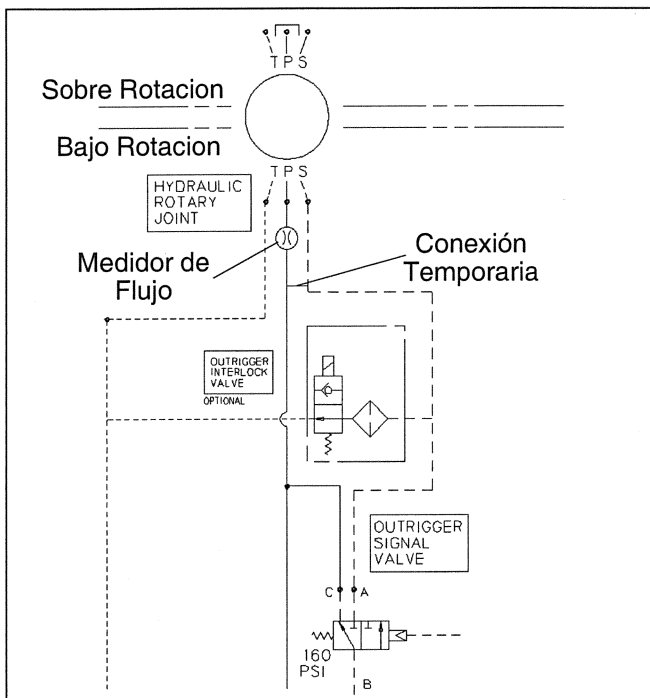

Figura 8.2 — Conexiones Hidráulicas para Probar la Junta Rotativa
Un sello con fugas en la junta rotativa puede ocasionar que el aceite fluya a cualquier circuito hidráulico sobre rotación para ser desviado directamente a la línea de retorno. Esto ocasionará que las funciones se demoren y/o no puedan crear presión. Para probar correctamente la junta rotativa, deben hacerse unas pocas conexiones simples como se ilustra en la Figura 8.2.
2. Retire la línea de presión (P) de la parte superior de la junta rotativa. Tape el puerto abierto (P) en la junta rotativa y en el extremo de la manguera abierta.
3. Tal como se ilustra en la Figura 8.2, conecte un medidor de flujo en la línea de presión (P), justo debajo de la junta rotativa. También, utilizando las conexiones correctas, conecte hidráulicamente la línea de presión y la línea de señal (S) debajo de la junta rotativa.